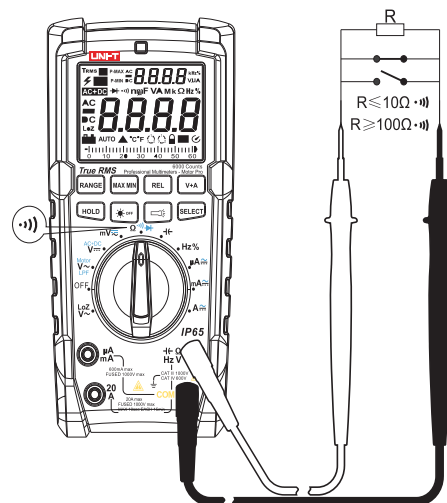

Abbildung 3b
- Mit Widerstandsmessungsfunktion können Sie den Sicherungsdraht selbst prüfen ( siehe Abbildung 3b)